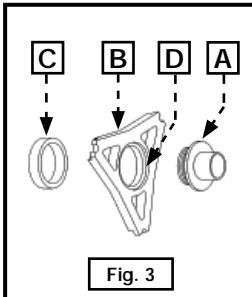

Fig. 3
3. Insérer le guide de gabarit (A), Fig. 3, dans l'insert pour guide de gabarit (B) et le fixer avec l'écrou de blocage (C).
**REMARQUE:** Le guide de gabarit doit être inséré du côté en creux (D) Fig. 3 de l'insert pour guide de gabarit.